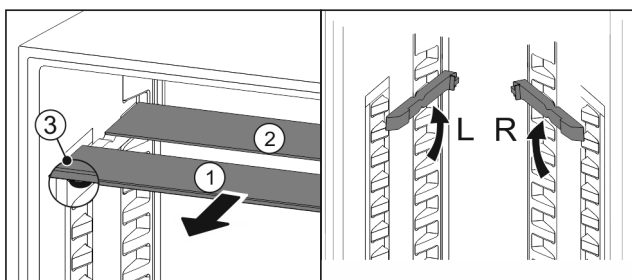

Fig. 85
- ▶ Træk glaspladerne ud enkeltvis fremad Fig. 85 (1).
- ▷ Glaspladen Fig. 85 (1) med pyntelisten ligger foran.
- ▷ Stoppene Fig. 85 (3) peger nedad.